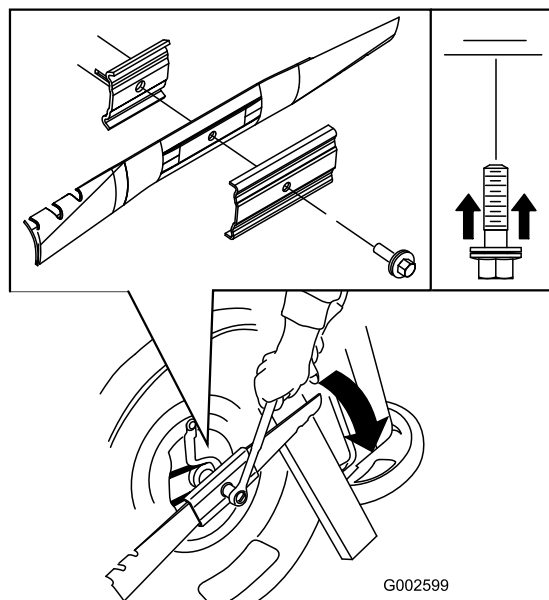

Figura 21
5. Instale la cuchilla nueva (gire el perno de la cuchilla en el sentido de las agujas del reloj) y todos los herrajes de montaje (Figura 21).